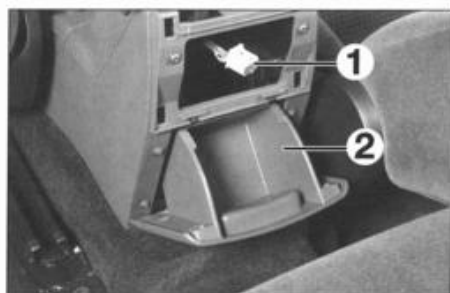
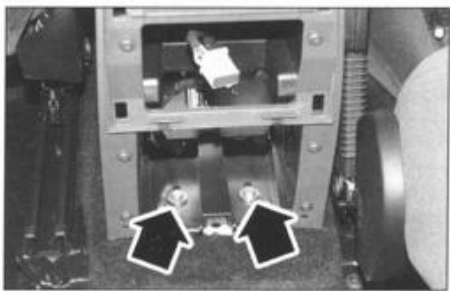

FIG. 29
FIG. 30
- Sacar el conector (1) (fig. 29) (según equipo).
- la bandeja trasera (2).
- los 4 tornillos (fig. 30 y 31).